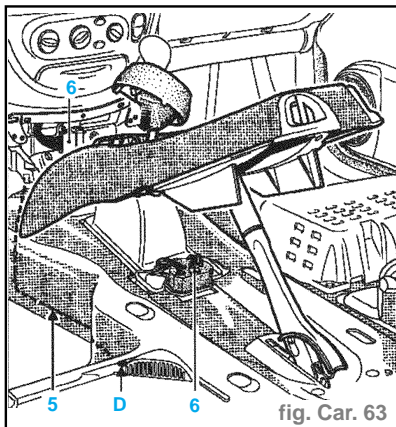

fig. Car. 63
- Enlever les deux clips (D) à l'aide de la pince à dégrafer SODICAM ou similaire et ouvrir la trappe afin de déconnecter le faisceau de prétentionneurs (5) de ceinture de sécurité fixés sur le couvercle. (fig. Car. 63)